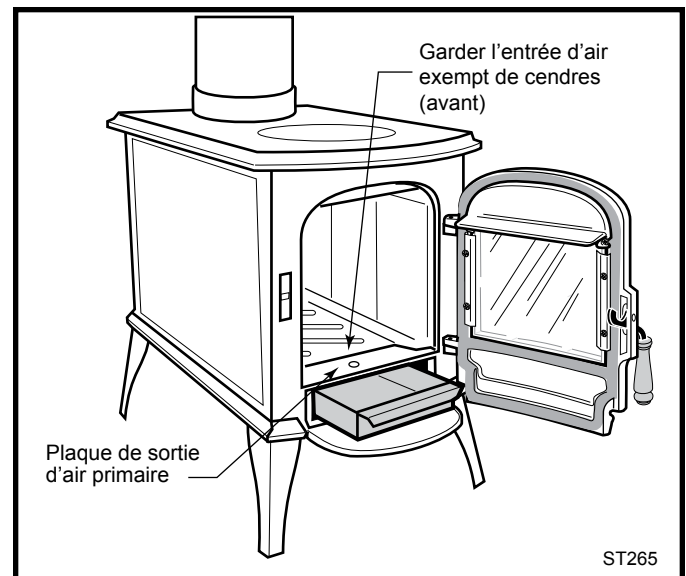

Fig. 31 Gardez la sortie d'air primaire libre de toute accumulation de cendres et de charbon de bois.
Étape 3. Servez-vous d'un tisonnier pour briser le charbon de bois et faire passer les cendres par la grille. Ramenez le charbon de bois de l'arrière vers l'avant et veillez à ce qu'il recouvre partiellement la plaque de sortie d'air primaire, ce qui favorisera la combustion efficace du combustible lors de son brûlage de l'avant vers l'arrière. (Fig. 31)
IMPORTANT : Une source critique d'air dans le caisson Aspen est située à l'avant de la grille pour cendres, tel qu'illustré à la Figure 31. Si cet espace d'air est obstrué par de la cendre, le feu deviendra faible et les vitres, encrassées. Maintenez cette fente d'air libre de cendres. Reportez-vous à la section sur l'entretien pour savoir comment bien nettoyer les cendres sous la plaque d'air principale.